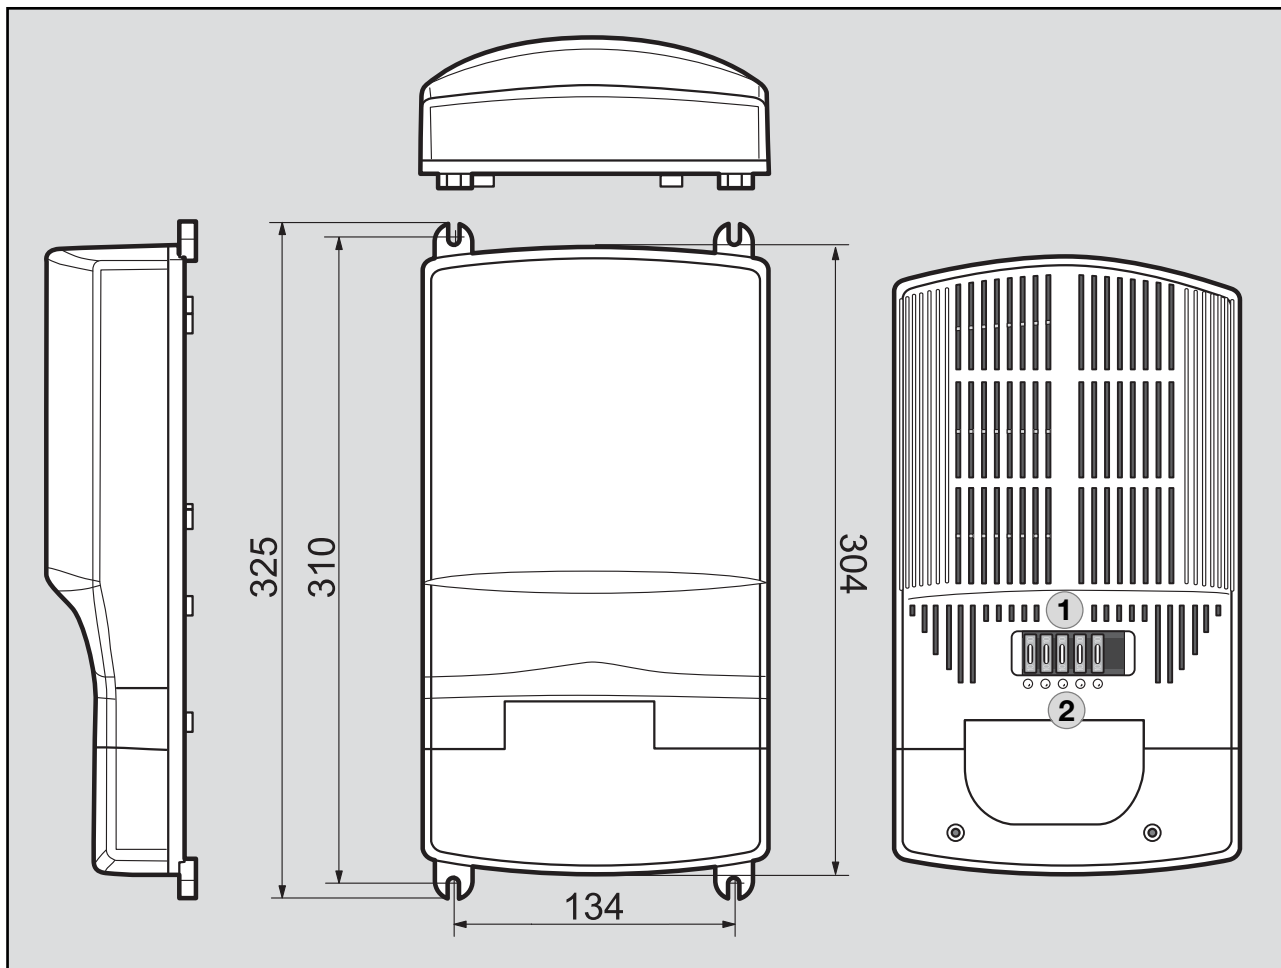

Fig. 5
- Apparaten van het type 2 a + b (fig. 5 e 6, p. 34 en 35) worden ingeschakeld, zodra er 230V spanning op de aansluiting ter beschikking staat.